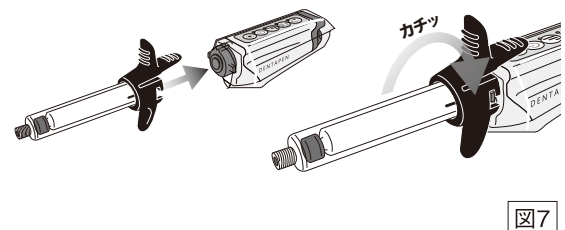

図7
- ④ フィンガーグリップの切れ込みと本体先端の凸部を合わせるように接続し、「カチッ」という音が聞こえるまで時計回りに回します (図7)。